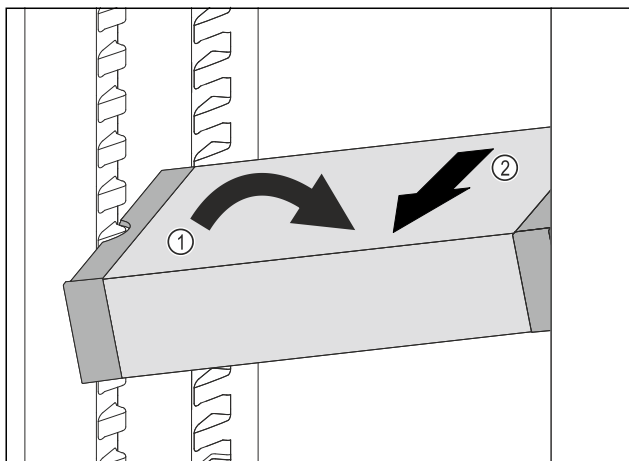

Fig. 137
- ▶ VarioSafe postavte v chladničce šikmo. Fig. 137 (1)
- ▶ VarioSafe odeberte směrem dopředu. Fig. 137 (2)